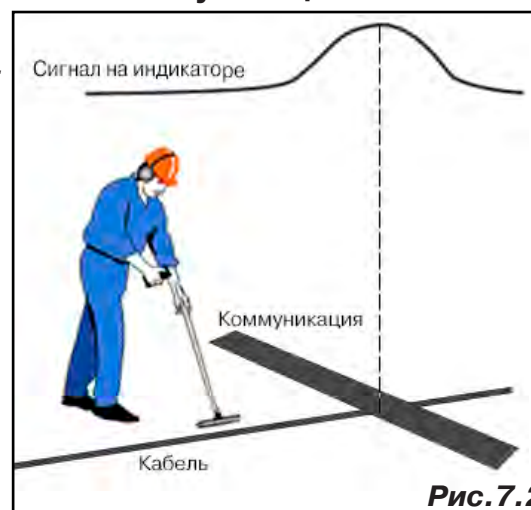

Рис. 7.2
3. Расположить корпус электромагнитного датчика над трассой кабеля параллельно трассе (уровень сигнала на индикаторе приемника будет близок к нулю) (рис. 7.2). Провести трассопоиск в соответствии с методом максимума. При прохождении по трассе, место пересечения кабеля с коммуникациями определяют по максимальному сигналу.